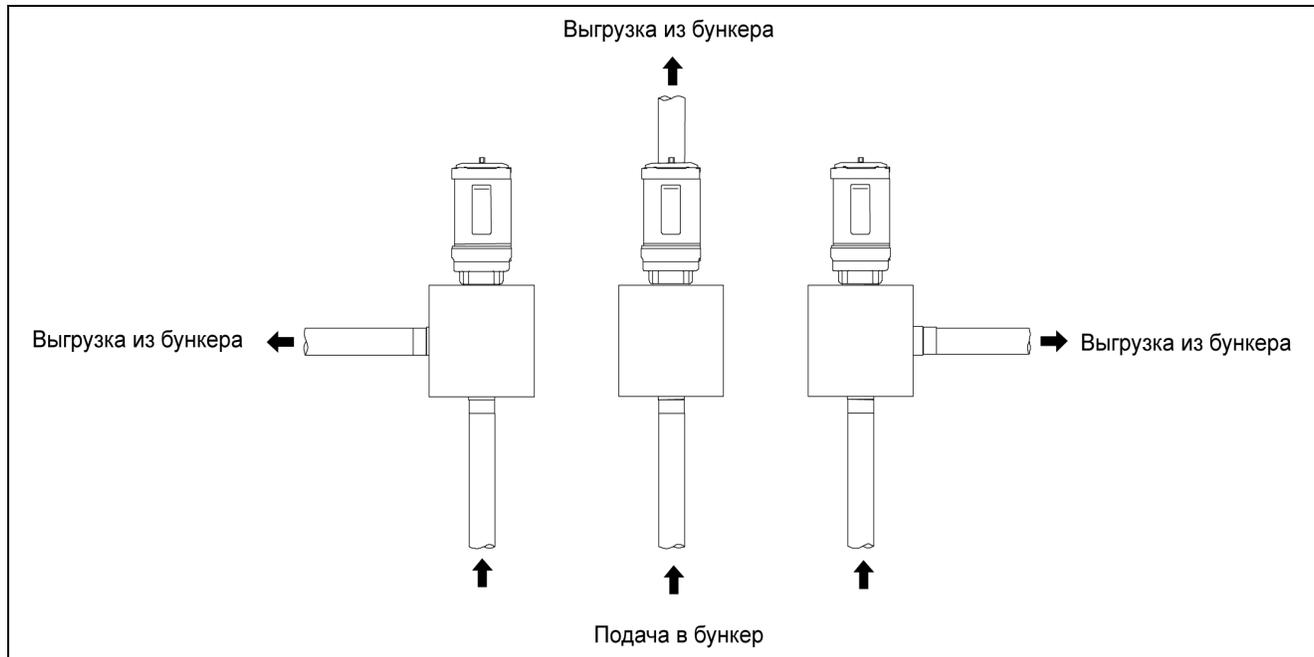

Рисунок 5Z Направления установки воронки
5. Снимите анкер в сборе и заднюю смотровую панель с нижней секции загрузочного бункера. Установите нижнюю секцию на верхнюю секцию, зафиксировав крепежными винтами 1/4"-20 из комплекта воронки. Нижнюю секцию можно установить в три (3) различных положения.
*См. рис. 5Z на стр. 34.*